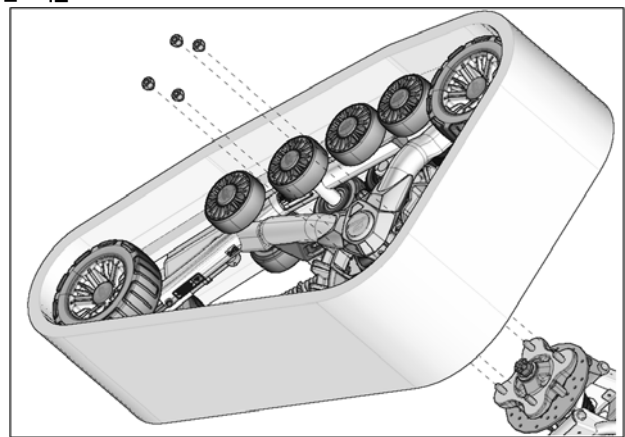

Fig. 7
6. Au moyen des écrous de roue d'origine du véhicule, boulonner chaque système de traction au moyen de roue avant. La marche à suivre et les précautions sont les mêmes qu'à l'arrière. Voir la Fig. 7
8. Fixer le système de traction au moyeu de roue arrière. Utiliser les écrous de roue d'origine du véhicule. Voir la Fig. 7